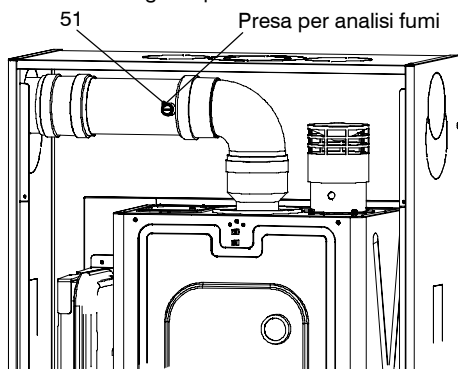

fig. 6.6
- 16 **Riempire il tubo scarico condensa con sifone 35 a pag. 7 con circa mezzo litro d'acqua per evitare che alla prima accensione esca fumo.** Per questa operazione si può utilizzare la presa fumi 51 in fig. 6.6 posta sullo scarico fumi.